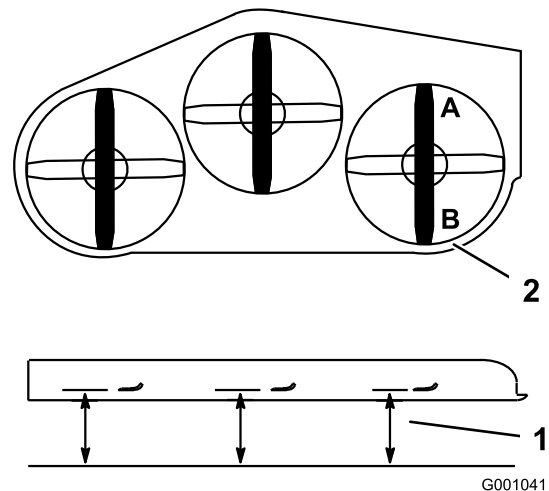

Figure 57
1. Tournez la lame droite dans le sens longitudinal (Figure 57).
2. Mesurez la distance au point **A** entre la surface plane et le tranchant de la pointe de la lame droite (Figure 57).
4. Mesurez la distance au point **B** entre la surface plane et le tranchant de la pointe de la lame droite (Figure 57).
- La lame doit être plus basse de 6 à 10 mm (1/4 à 3/8 pouce) au point **A** qu'au point **B** (Figure 57). Si ce n'est pas le cas, passez aux étapes suivantes.